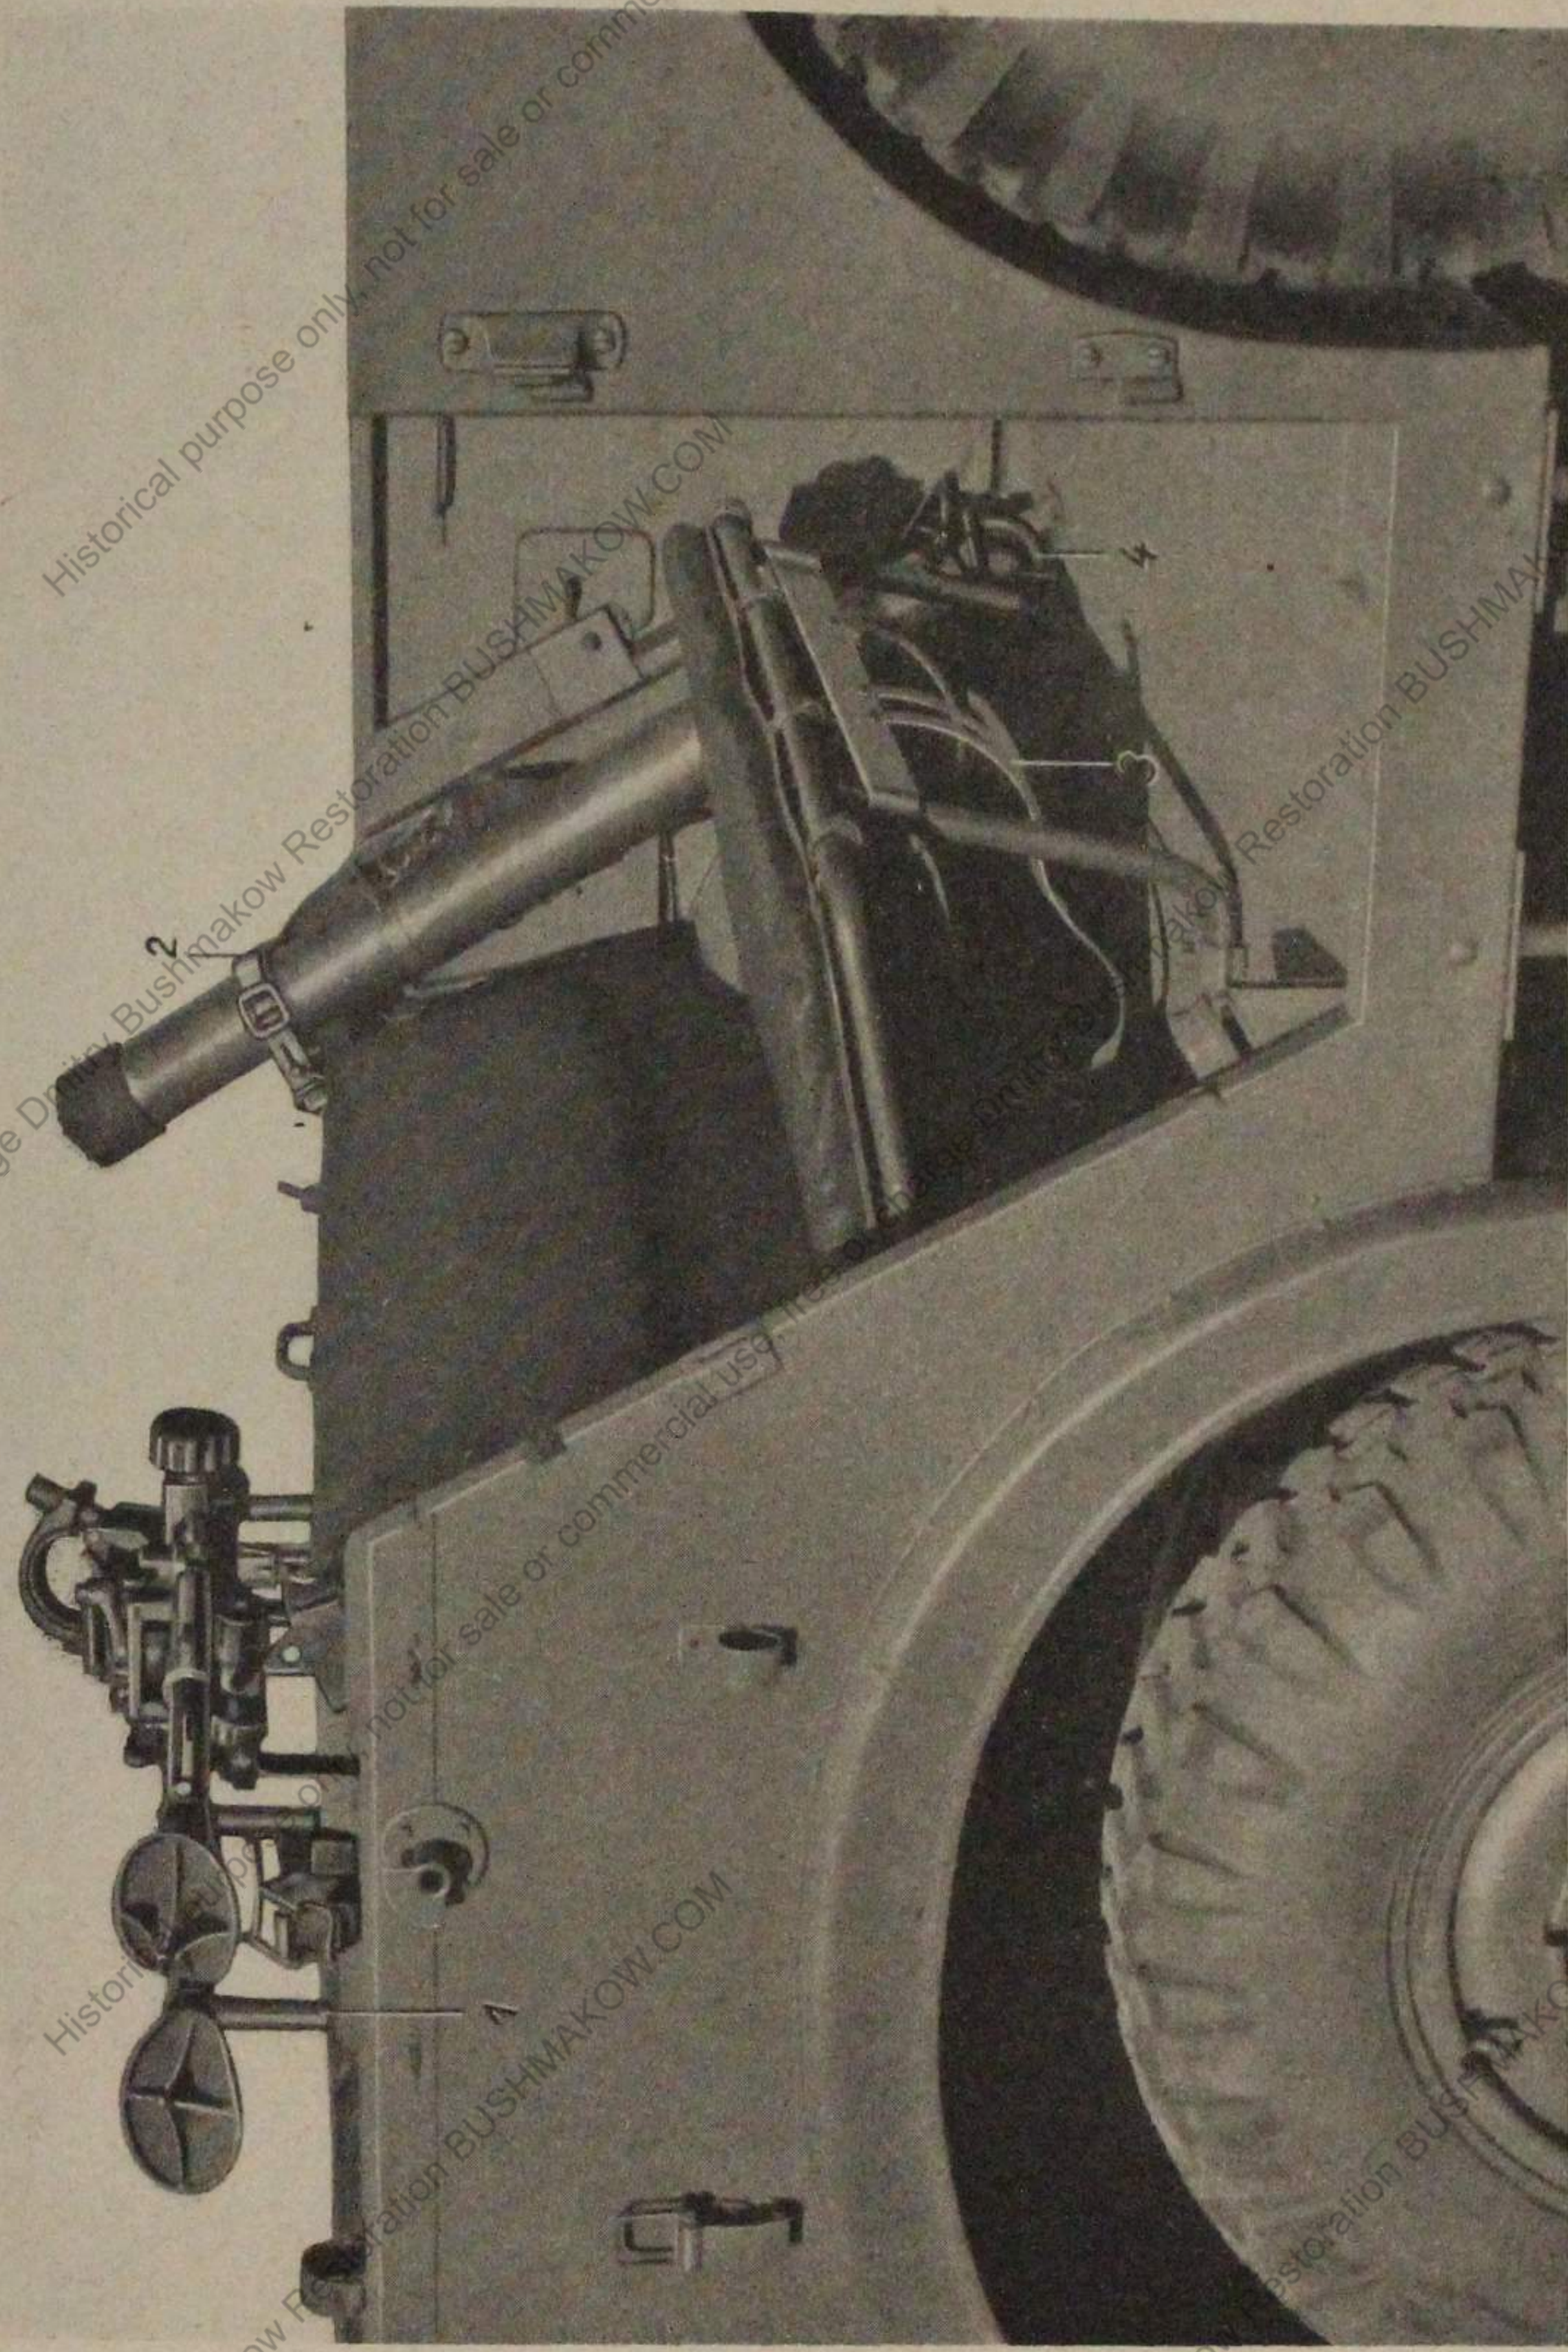

Bild 2
- Bild 2. Befestigungsteile an den hinteren Sitzen und auf dem Gerättraum